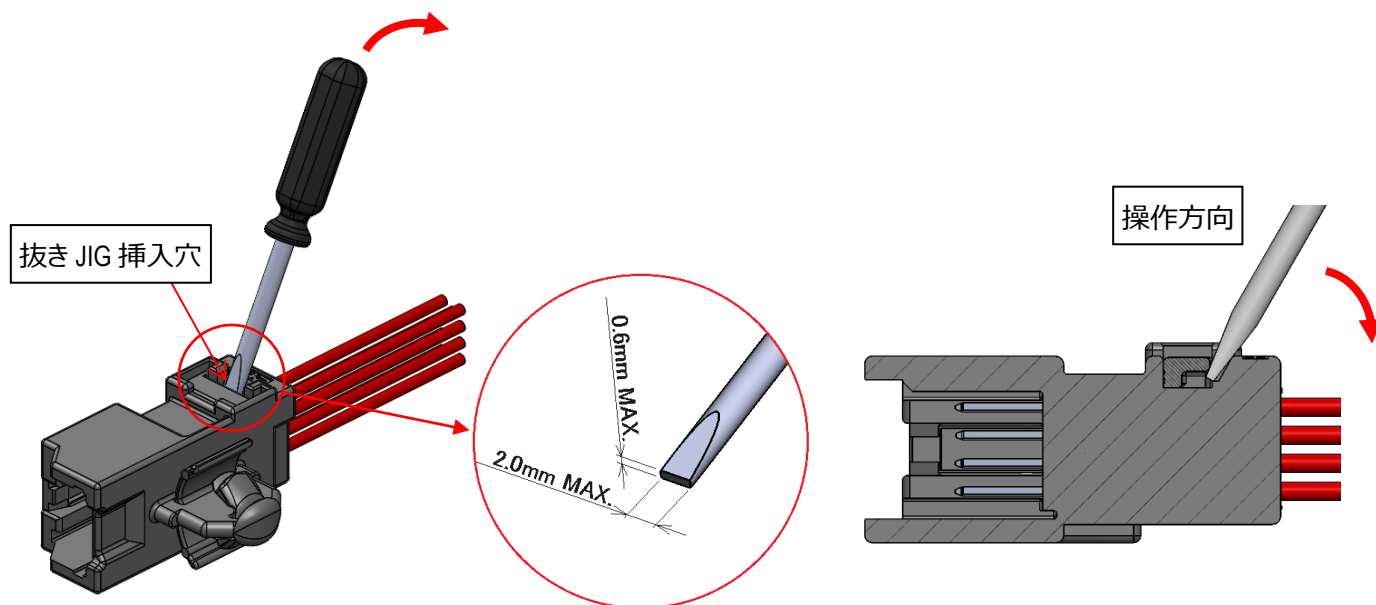

図 37 オスリテーナ解除方法
- ① オスコネクタの抜き JIG 挿入穴部にドライバー(幅 : 2.5mm MAX./ 厚さ : 0.6mm MAX.)を差し込み、オスリテーナを押し出してください。(図 37 参照)